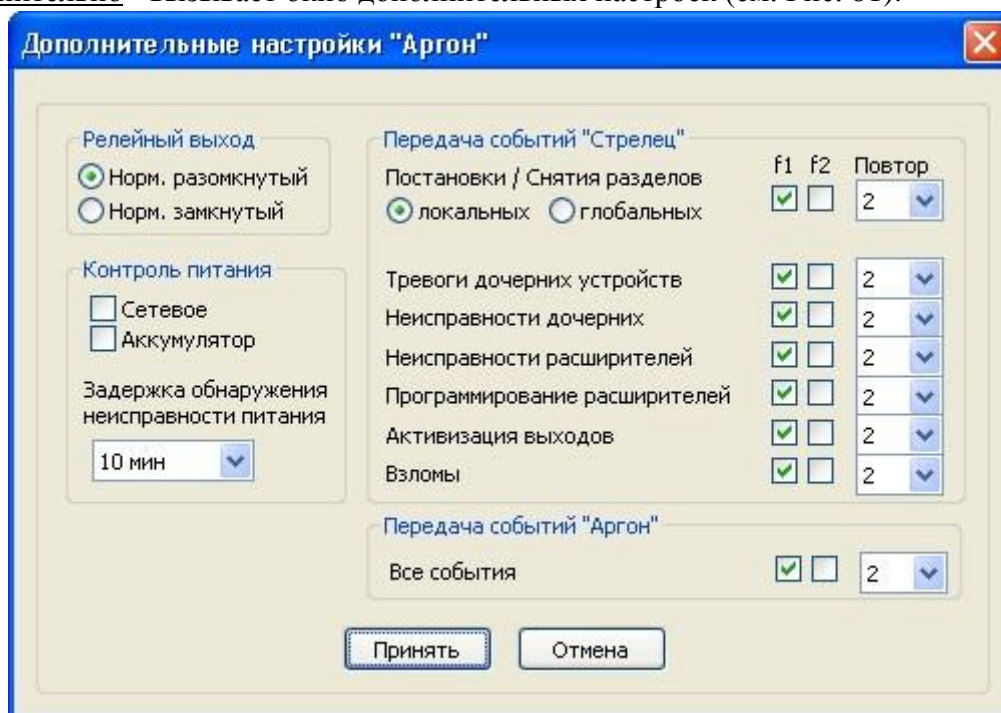

Рис. 81
- Дополнительно - вызывает окно дополнительных настроек (см. Рис. 81).